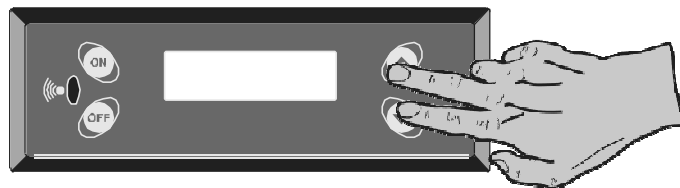

Fig.10.2
- 1) Appuyer simultanément sur les touches ▲ et ▼ l'écran affichera: MENU SET MARCHÉ (Fig.10.2).